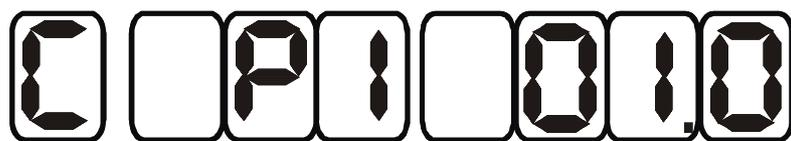

Рис. 13. Значение давления P1, при котором происходит измерение величины влажности.
**6.3.4. Режим пересчета давления.** Для входа в этот режим нажмите кнопку **“Режим”** два раза. На индикаторе отобразится символ режима пересчета давления и значение давления P1 (Рис.13). Под давлением P1 подразумевается давление, при котором производится измерение. В примере на Рис.13 давление, при котором производится измерение, равно 1 атм.